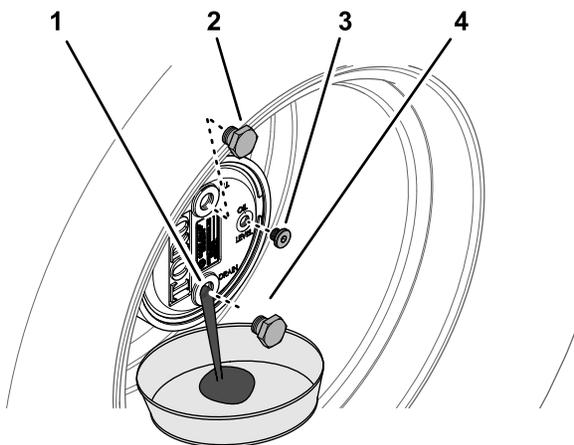

Figure 102
2. Enlevez le bouchon de remplissage de la position 12 heures et le bouchon de contrôle de la position 3 heures (Figure 102).
- Placez un bac de vidange sous le moyeu du train planétaire, enlevez le bouchon de vidange à la position 6 heures et vidangez toute l'huile (Figure 102).
- Insérez le bouchon de vidange dans l'orifice de vidange du carter de train planétaire (Figure 102).